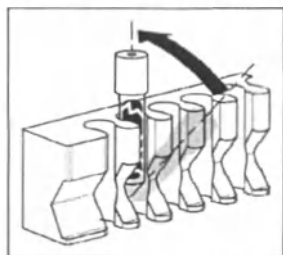

Рисунок 2
- b. Протолкните индикатор назад (см. рисунок 2). Таким образом раздавливается ампула со средой и активируется индикатор. Проверьте, чтобы крышечка оставалась над металлическим блоком при выталкивании индикатора назад.